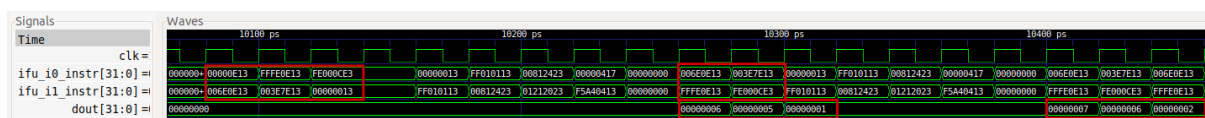

图90. 示例中三条算术逻辑指令的执行
14. 在10100 ps附近放大，将在此时间内分析前两次循环迭代的三条算术逻辑指令的执行情况（图90）。前两条指令（li t3, 0x0 = 0x00000E13和addi t3, t3, 6 = 0x006E0E13）先取指，超标量RISC-V处理器的两路各一条（如信号ifu_i0_instr[31:0]和ifu_i1_instr[31:0]所示）。接下来的两条指令（addi t3, t3, -1 = 0xFFFE0E13和andi t3, t3, 3 = 0x003E7E13）在下一个周期取指。最后两条指令（beq zero, zero, REPEAT = 0xFE000CE3和nop = 0x00000013）在接下来的下一个周期取指。
由于SweRV内核的9级流水线处理器和相关性，指令的结果在指令取指后的八个或更多周期才能展现出来。第一条和第二条指令取指完成8个周期后，由于第一条指令li t3, 0x0（0x00000E13）的原因，x28（t3）将变为0（原本就是0）。一个周期后，由于下一条指令addi t3, t3, 6（0x006E0E13）的原因，x28将更新为0x6。接下来，由于下一条指令addi t3, t3, -1（0xFFFE0E13）的原因，x28将更新为5。最后，由于下一条指令andi t3, t3, 3（0x003E7E13）的原因，x28将更新为1。然后，取指以下两条指令：beq zero, zero, REPEAT（0xFE000CE3）和nop（0x00000013），将发生分支并重复循环。情况正如图89所预计的那样。使用类似的推理，可以分析第二次迭代，情况如图90和图89所示。